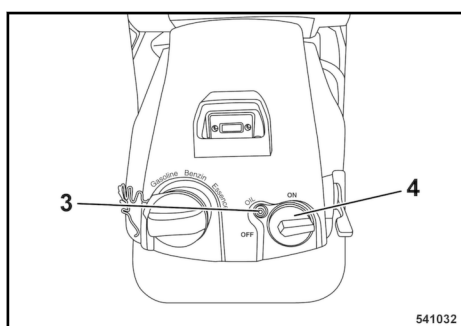

Fig. 8
Se, aquando do arranque, acender a lâmpada de advertência do nível do óleo do motor (3) ↪ Fig. 8, o nível do óleo deverá ser corrigido, caso contrário o motor não pode ser ligado.